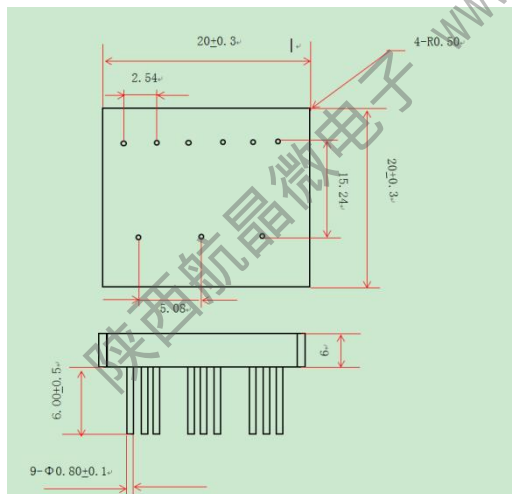

图 2 外形图及外形尺寸
1. 器件采用 MD1P2020 型双列直插金属全密封封装，外形尺寸如图 2（单位：mm）。